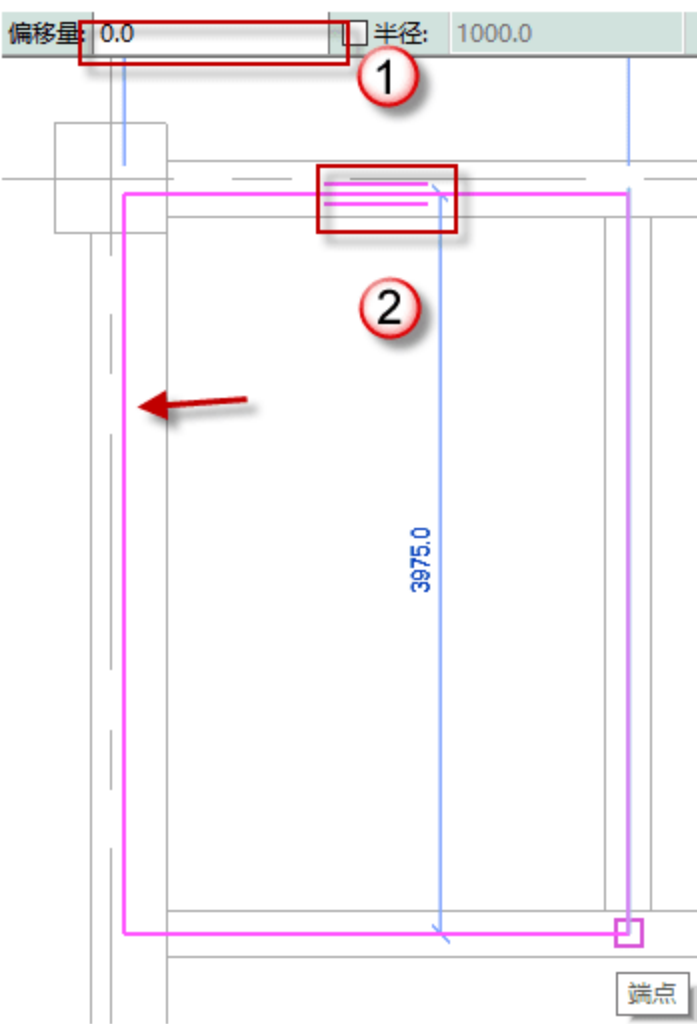

图 4.3.3 绘制 1 号板
(3) 绘制 1 号板，单击“矩形”按钮，绘制 1 号板，调整跨方向，将偏移量设置为 0，单击√按钮，完成绘制，如图 4.3.3 所示。